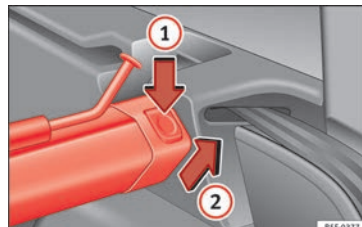

Bild 168 I bagageutrymmet: Ta bort avdelningsnätet
- Tryck på vänstra eller högra upplåsningshandtaget » **bild 168** i pilens riktning ①.
- Ta bort huset från stödet i pilens riktning » **bild 168** ②.
- Tryck in huset i det vänstra och det högra stödet i pilens motsatta riktning » **bild 168** ② tills den hakar fast.